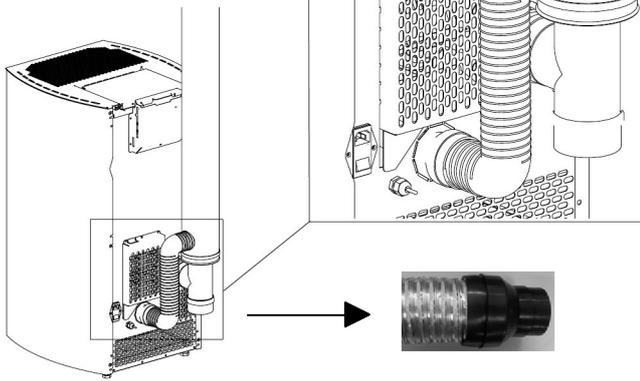
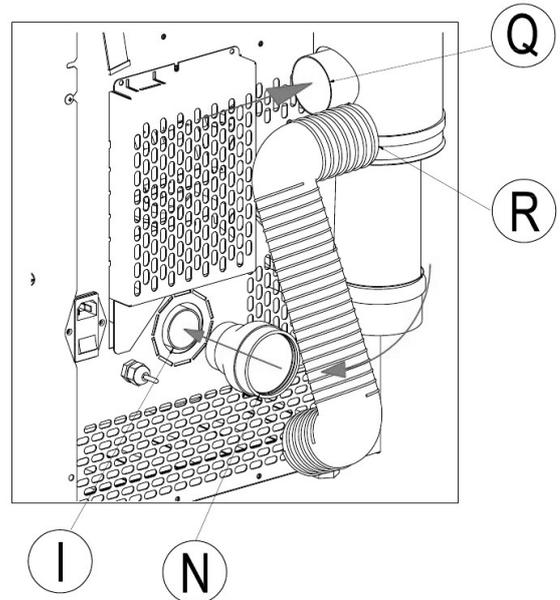

Fig. 16 - Tuyau flexible
Fig. 17 - Branchements
- En ce qui concerne les BRANCHEMENTS, voir **Fig. 16** et **Fig. 17** à la page suivante.
LÉGENDE **Fig. 16 - Fig. 17**